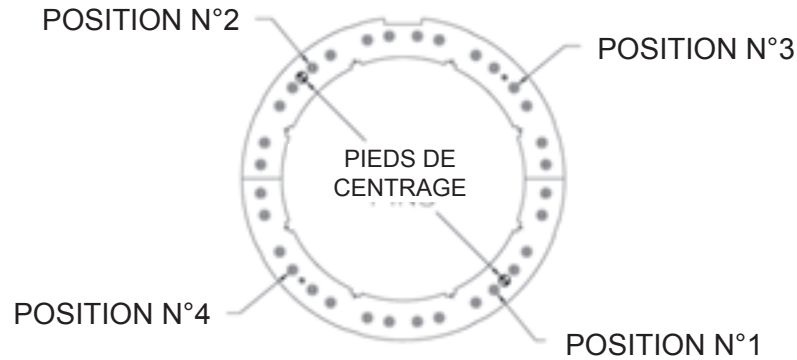

Figure 7-19. Réglez les roulements dans l'ordre aux positions illustrées.
7. Identifiez le roulement à la position 1 (Figure 7-19). Avec une clé BTR 3/16", tournez l'arbre excentrique dans le **sens des aiguilles d'une montre** jusqu'à ce que le roulement de la roue de guidage soit totalement posé dans la rainure.